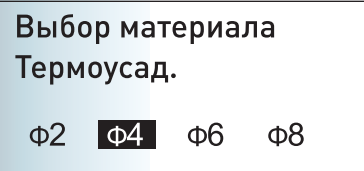

Рисунок 4.3-2
2) Нажмите клавишу **【←】 / 【→】** чтобы выбрать "Термоусадочная трубка", и нажмите клавишу **【↓】** чтобы перейти к выбору размера термоусадочной трубки (Рис. 4.3-2)